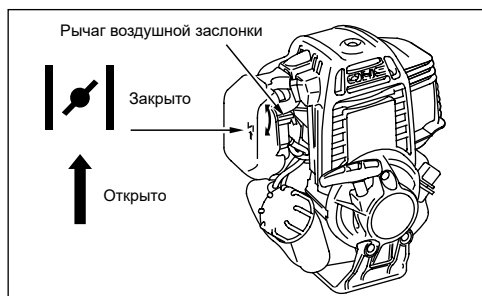

Рис. 13
5. Переведите рычаг воздушной заслонки в верхнее положение – ||/ «Закрыто» (рис. 13).
9. Переведите рычаг воздушной заслонки (рис. 13) в нижнее положение |||| «Открыто».
1. Переведите рычаг воздушной заслонки в нижнее положение – III «Открыто» (рис. 13).